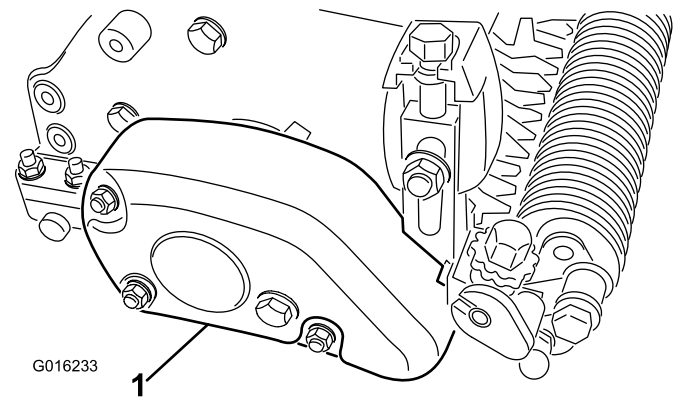

Bild 19
3. Befestigen Sie die neue Riemenabdeckung mit drei Sicherungsmuttern am Groomergehäuse (**Bild 19**).